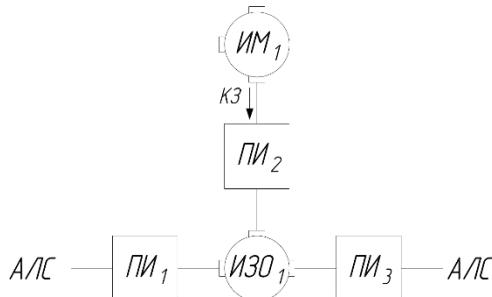

Рисунок 4 – Схема структурная включения ИМ-Ex-П в ответвления от АЛС для имитации обрыва и КЗ
8.3 Размещение ИМ-Ex-П в четырехпроводной АЛС для имитации обрыва и КЗ за последним ИП в радиальном ответвлении от линии связи (рисунок 4). В радиальное ответвление могут включаться как автоматические, так и ручные пожарные извещатели.